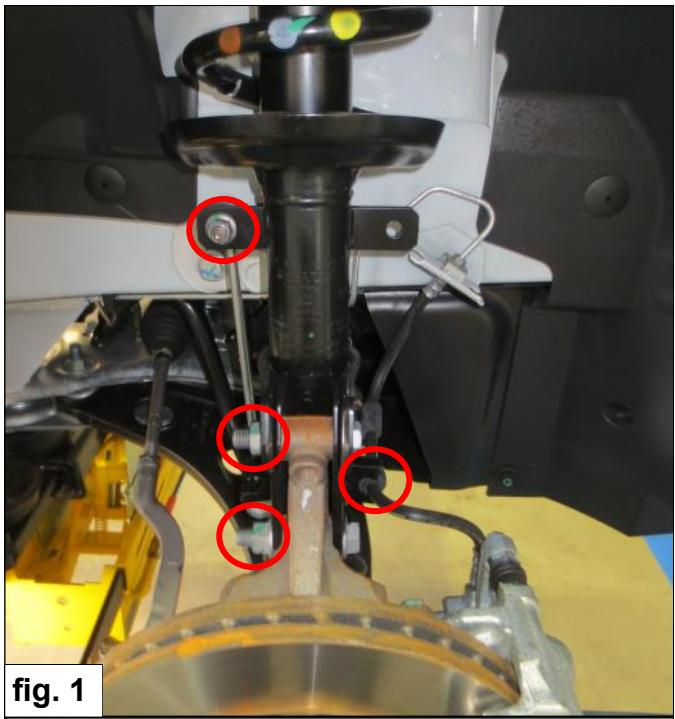

fig. 1
2. Demonteer de veerpoot volgens het werkplaats-handboek. Zie fig. 1.